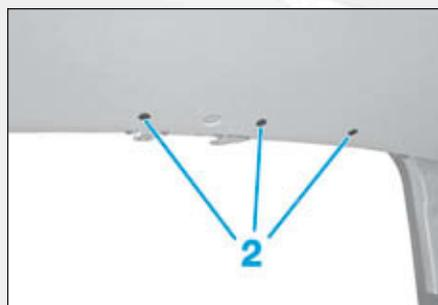

FIG.40
- les agrafes (2) de chaque côté (Fig.40),